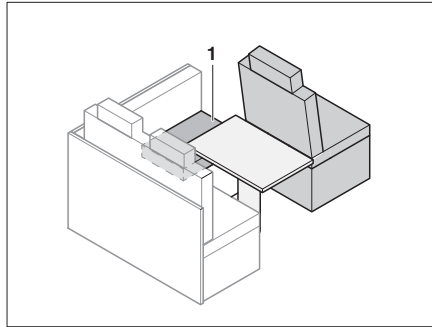

Bild 167 Vor dem Umbau
- Sitzpolster (Bild 167,1) zur Seite legen.